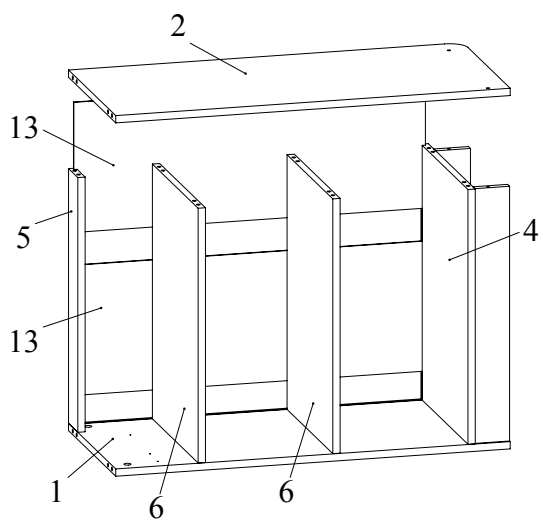

Рис.7
- Вставить стенки из ДВП 13 в пазы боковины 1, дна 4, планки 5. Между задними стенками ДВП вставить профиль для ДВП (Рис. 7).
- Установить боковину 2 на дно 4, планку 5, полки 6 и зафиксировать, повернув конфирматным ключом головки минификсов по часовой стрелке до упора (Рис. 7).